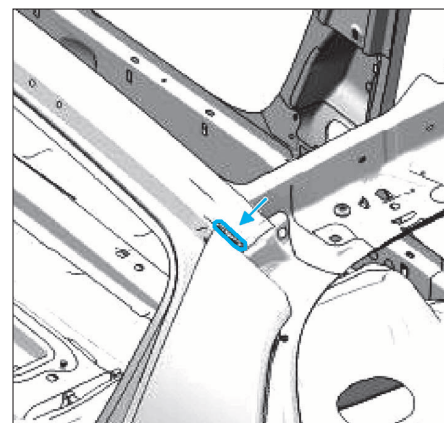

FIG. 41
- Déposer un cordon de colle de structure de chaque côté du véhicule (Fig.41).